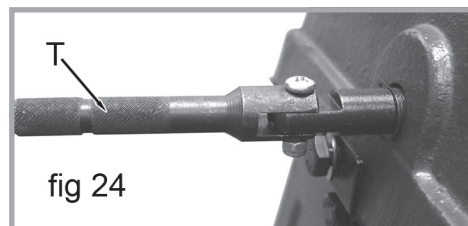

fig 24
6. Tournez la poignée de l'étau (T, figure 24) dans le sens antihoraire jusqu'à ce qu'il y est assez de place pour votre pièce de travail entre la plaque de l'étau coulissant et la plaque de coupe d'onglets de l'étau.